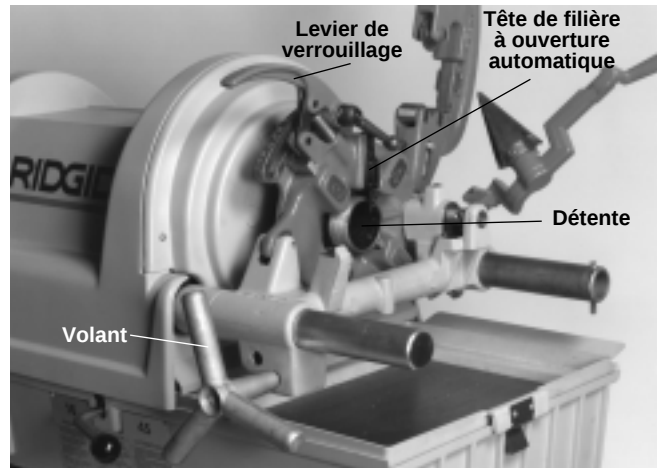

Figure 10 – Filetage des tuyaux à l'aide de la tête de filière n° 815A
5. Tournez le volant du chariot afin d'amener les filières contre l'extrémité du tuyau. Une légère pression du volant sera suffisante pour entamer le tuyau. (Figure 10)
La tête de filière à ouverture automatique n° 815A (Figure 10) pour filetage à droite utilise quatre jeux de filières pour le filetage des tuyaux $\varnothing \frac{1}{8}$ à 2". Un jeu de filières est nécessaire pour chacune des plages de section suivantes : ($\frac{1}{8}$ "), ($\frac{1}{4}$ " et $\frac{3}{8}$ "), ($\frac{1}{2}$ " et $\frac{3}{4}$ "), et (1" à 2"). Le filetage des boulons nécessite des jeux de filières spécifiques pour chaque section et type de boulon.